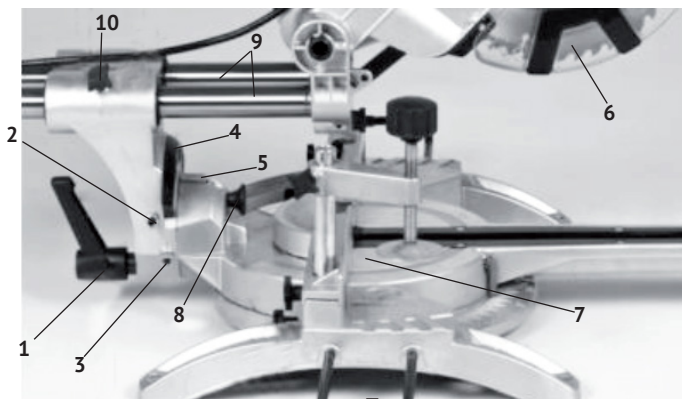

рис.7
2.7 Установка угла наклона режущего блока (рис.7)
- режущий блок имеет возможность установки заданного угла наклона относительно вертикальной оси, как влево в положении от 0 до 45°, так и вправо от 0 до 45°. Для поворота вправо необходимо освободить (вытянуть на себя) кнопку стопора (рис.7 поз.8);
- для установки угла наклона необходимо: ослабить рукоятку-фиксатор (рис.7 поз.1), установить необходимый угол наклона по шкале (рис.7 поз.4), поворачивая режущий блок за рукоятку пилы, и надёжно затянуть рукоятку-фиксатор.
- установить рабочий стол (рис.7 поз.7) в нулевое положение;
- ослабить контргайку винта (рис.7 поз.2);
- установить транспортер (электронный угломер), измеряющий угол между плоскостью рабочего стола (рис.7 поз.7) и пыльного диска (рис.7 поз.6);
- шестигранным ключом из комплекта поставки поворачивать винт (рис.7 поз.2) до точной установки угла 90° между диском и рабочим столом;
После установки точного положения угла, проверить положение стрелки-указателя (рис.7 поз.5) на шкале (рис.7 поз.4). При несовпадении с нулевым положением, ослабив винт крепления стрелки, откорректировать её положение и зафиксировать винтом.
- ослабить контргайку винта (рис.7 поз.3);
- шестигранным ключом из комплекта поставки поворачивать винт (рис.7 поз.3) до точной установки угла 45° (влево) между диском и рабочим столом;
Аналогично провести точную установку угла 45° поворота пыльного диска к плоскости рабочего стола вправо (винт регулировки на противоположной стороне суппорта), разблокировав (вытянув) кнопку стопора (рис.7 поз.8).
- пила обладает возможностью продольного движения режущего блока в процессе распиливания по двум трубчатым направляющим (рис.7 поз.9).
- для осуществления возможности продольного движения режущего блока необходимо ослабить винт-фиксатор (рис.7 поз.10).